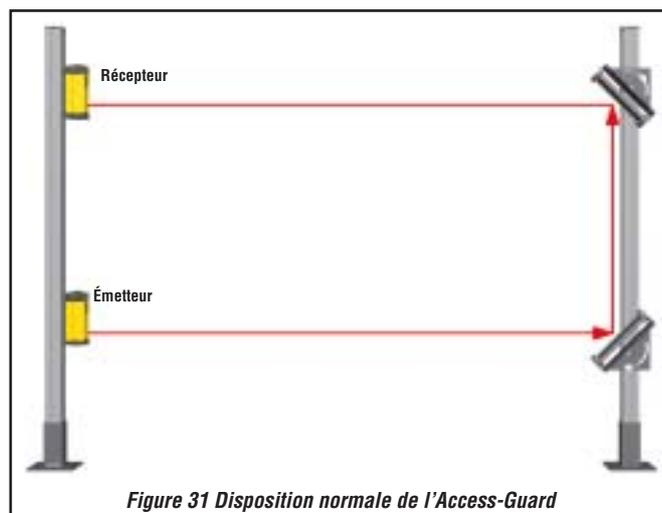

Figure 31 Disposition normale de l'Access-Guard
- Avec les équerres de fixation fournies, monter l'émetteur et le récepteur sur un poteau et monter les miroirs SSM-100 fournis (avec les équerres à 45° incluses) sur l'autre poteau (Figure 31 en page 35).